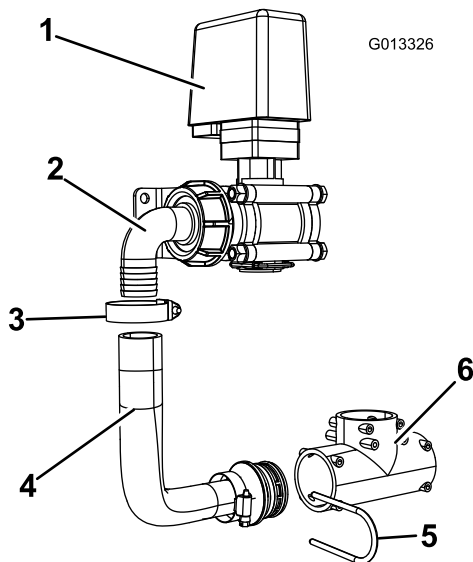

Figura 22
6. Desaperte a braçadeira do tubo que prende o tubo de agitação ao encaixe de 90 graus na válvula de agitação e retire o tubo. Retire a forquilha de retenção que prende a outra extremidade do tubo à ligação em T. Elimine a montagem do tubo de agitação. Guarde a braçadeira do tubo e forquilha de retenção (Figura 22).